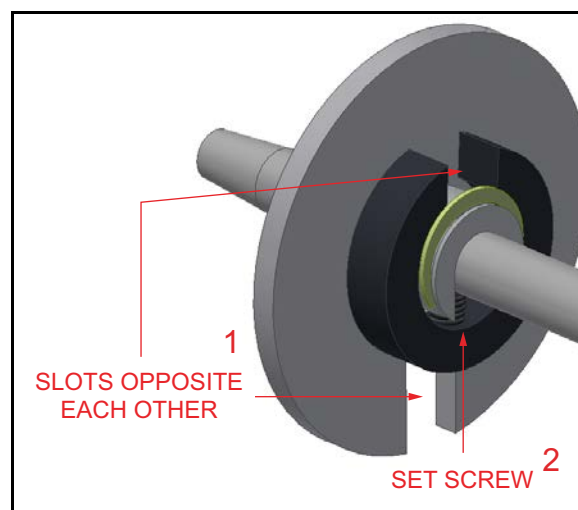

Рис. 3-3. ПОВЕРНУТАЯ ВТУЛКА С РАСПОЛОЖЕННЫМИ ДРУГ НАПРОТИВ ДРУГА ПАЗАМИ
5. Поверните стопорную втулку на 180 градусов (см. рис. 3-3).